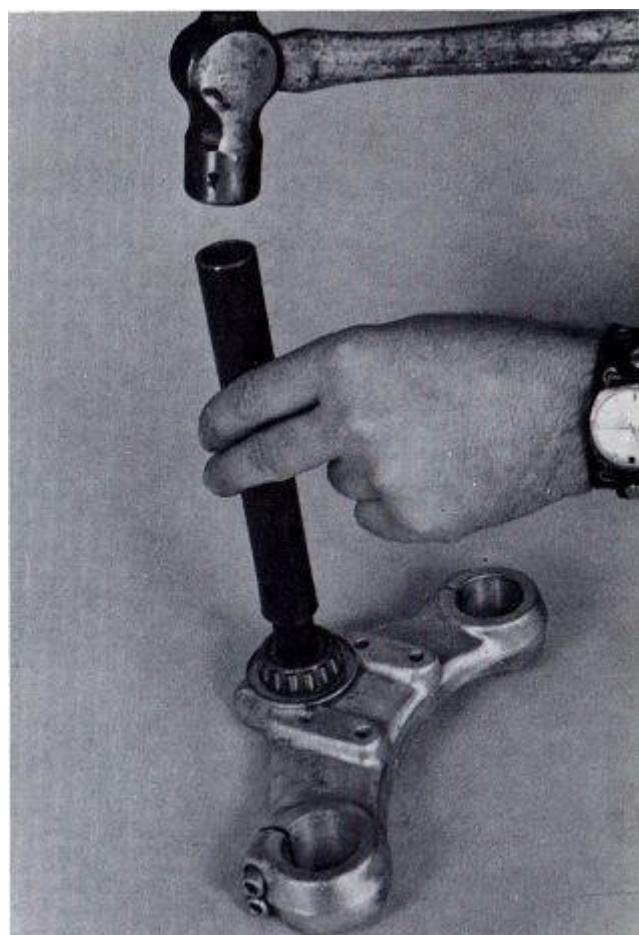

FIG. 172
4. A fondo paquete de los rodillos de rodamiento de dirección con grasa para rodamientos. Ajuste el peso hacia abajo sobre el eje y empujarlo hasta el tope con los dedos. Localizar un trozo de tubo que es mayor que la columna de dirección y tiene un diámetro interior ligeramente mayor que el diámetro exterior del eje. Deslizar el tubo hacia abajo sobre el eje hasta que haga contacto con el anillo interior del cojinete. A continuación, toque en el extremo del tubo con un mazo hasta que el rodamiento esté completamente asentado en la tija de dirección. (Fig. 172)